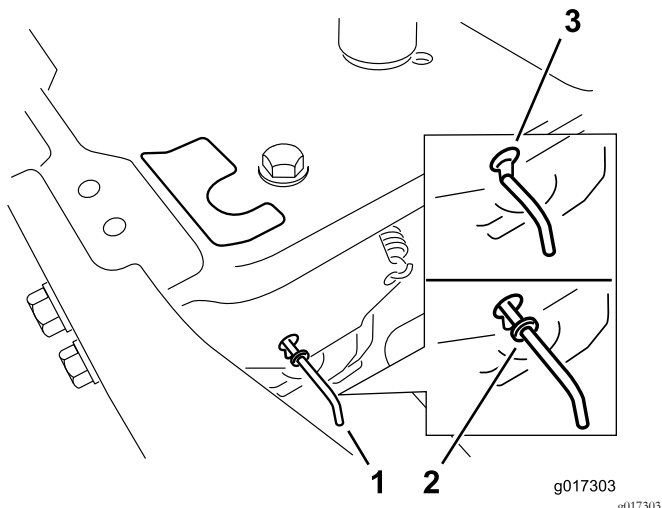

Figura 28
4. Mova as alavancas de derivação para frente através do orifício da chave e para baixo para as bloquear no lugar (Figura 28).
Mova as alavancas de derivação para trás através do orifício da chave e para baixo para as bloquear no lugar, como se mostra na Figura 28.